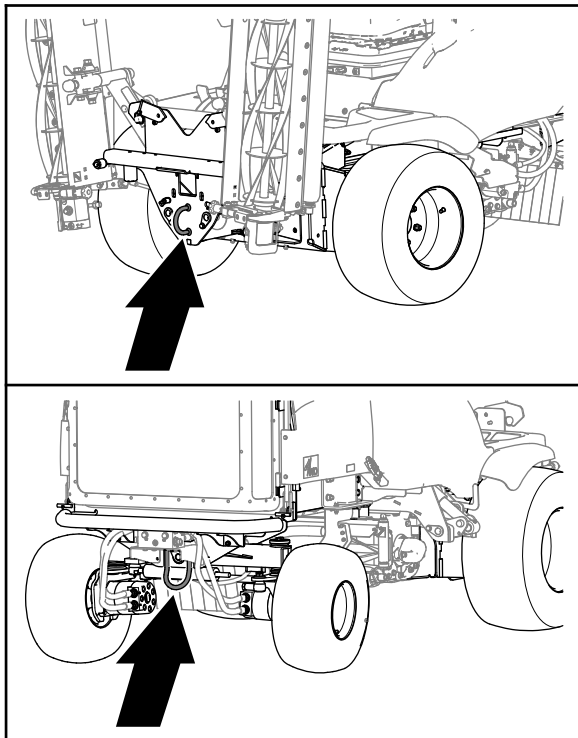

Bild 43
- Setzen Sie eine **starre** Abschleppstange zwischen der Abschleppöse vorne an der Maschine und dem Zugfahrzeug ein (Bild 43).